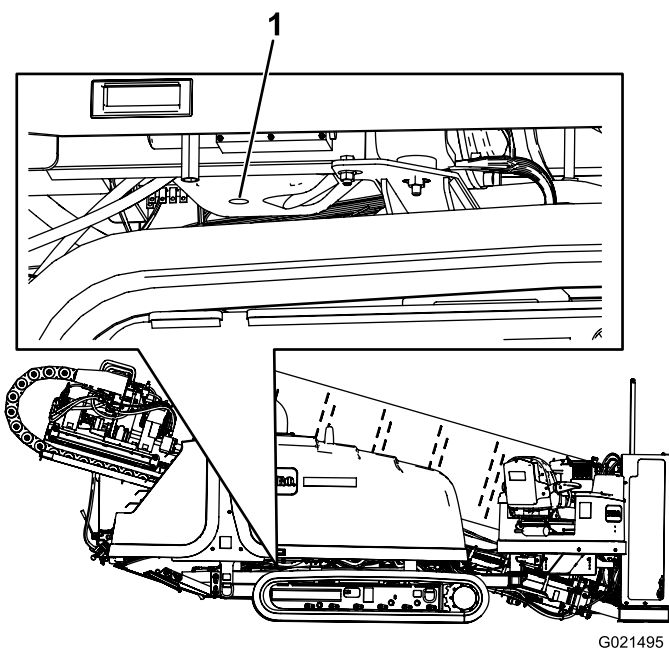

Figure 87
2. Enlevez le bouchon de vidange (Figure 87).
7. Remettez le bouchon de vidange sur le raccord de vidange (Figure 87).